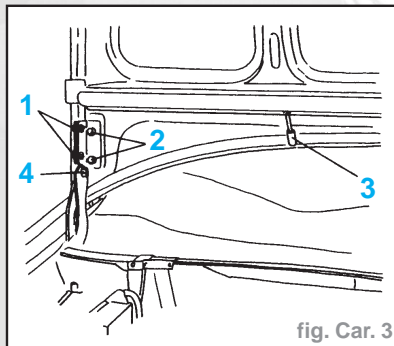

fig. Car. 3
- Dégrafer les deux tuyaux d'alimentation de lave-glace (3) (fig. Car. 3).
- les vis (4) de fixation de tresse de masse
- les deux vis (1)